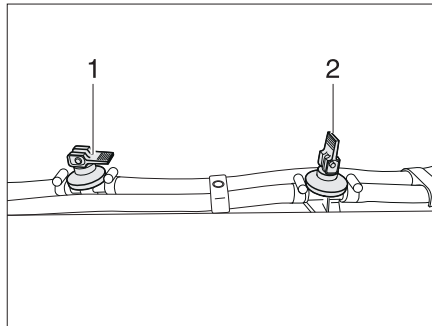

Fig. 375 Rubinetto di scarico
- Chiudere tutti i rubinetti di scarico. A questo scopo posizionare orizzontalmente la leva a bilanciere (Fig. 375,1).